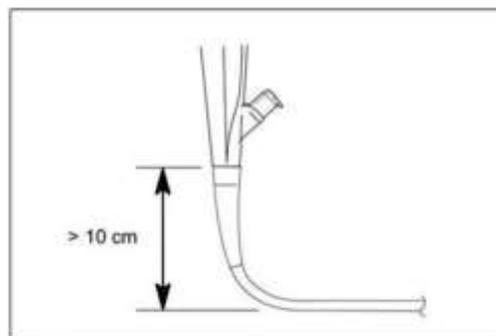

Fig. 4.2
- Não permita que o tubo de inserção se curve dentro de uma distância de 10 cm ou menos a partir da junção da cobertura de proteção. O tubo de inserção pode ser danificado (Fig. 4.2).